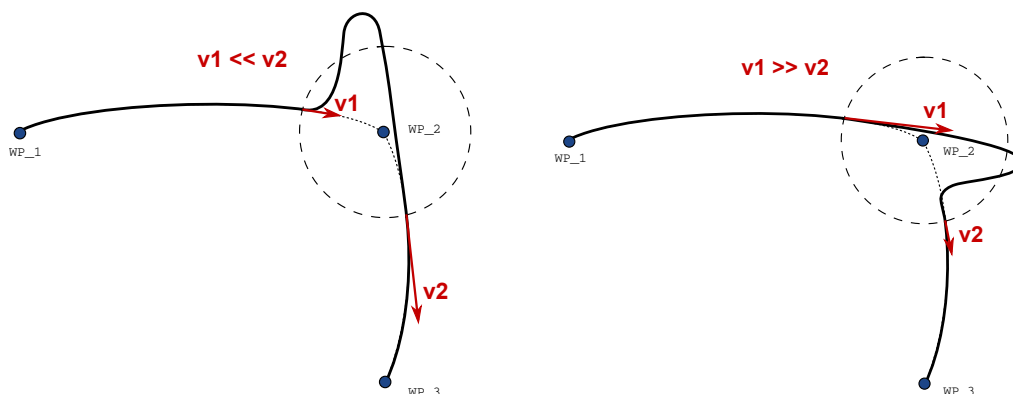

Figura 14.8: União de um espaço de articulação quando a velocidade inicial $v1$ é significativamente menor do que a velocidade final $v2$ ou o contrário.
As uniões de espaço de articulação simples (item 1), entretanto, podem se comportar de uma forma que é menos intuitiva, pois o robô tentará atingir uma trajetória a mais suave possível no espaço de articulação considerando os requisitos de velocidade e tempo. Por isso, elas podem se desviar do curso especificado pelo ponto de rota. Este é justamente o caso quando existem diferenças significativas na velocidade da articulação entre as duas trajetórias. *Cuidado:* se as velocidades são muito diferentes (por exemplo, ao especificar definições avançadas – quer de velocidade ou de tempo – para um determinado ponto de rota) isso pode resultar em grandes desvios da trajetória original como mostrado na figura 14.8. Se você precisar unir diferentes velocidades e não pode aceitar esse desvio, considere fazer a união no espaço cartesiano utilizando **Movimento L**.